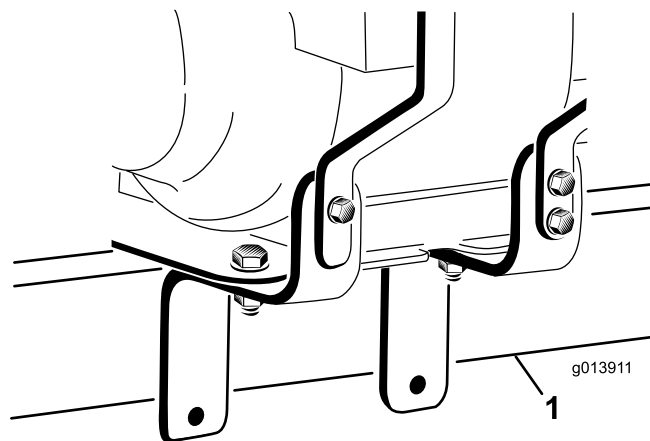
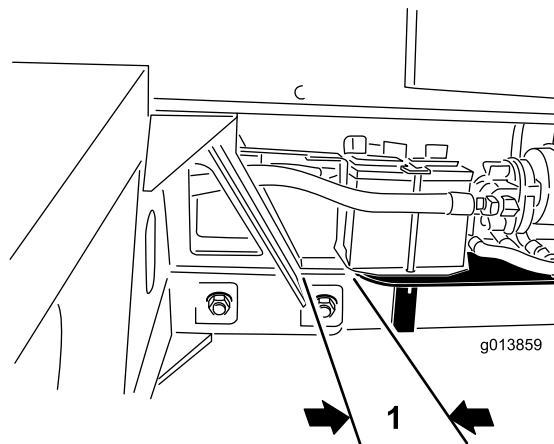

図 5
図 6
19. エンジン・アセンブリは重いので、位置決めが難しい。助手を一人使って、エンジン・アセンブリをプロパスのヒッチチューブに載せる。エンジンの取り付けブラケットがヒッチ・チューブ（図 5）をまたいでいること、また、エンジン取り付けプレートの後部とプロパスのヒッチ・チューブのレシーバとの距離が約25mmであることを確認する（図 6）。